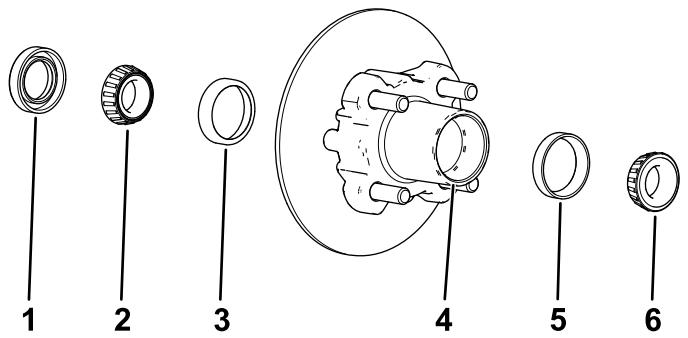

図 31
1. ハブから、外側ベアリングを外す図 31。
2. ハブから、シール、内側のベアリングを外す図 31。
5. ハブについているグリス、ごみなどをきれいに取り除く図 31。
7. キャビティの50-80 %程度にグリスを詰める図 31。
8. ハブの内側に内側ベアリングを取り付け、シールをはめる図 31。